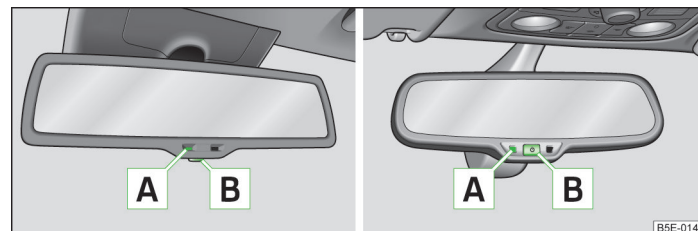

Fig. 42 Retrovisor antideslumbrante automático
► Pulsar la tecla **B**, el testigo de control **A** se enciende » fig. 42.